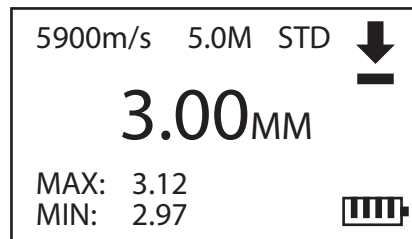

Figura 4-1-5: Display de varredura de medição
- Enquanto o material está sendo medido pelo sensor, o medidor pode registrar os menores e maiores valores. Para ativar este modo, selecione **<SCAN>** utilizando as **<TECLAS DE SETAS>** para mover o cursor até a opção e depois pressionando a tecla **<ENTER>** para confirmar. Com esse modo de medição ativo, arraste lentamente o sensor ao longo da superfície do material (garantindo um bom acoplamento) e o display de medição exibirá as informações de valores máximos e mínimos, conforme mostrado na **Figura 4-1-5**.